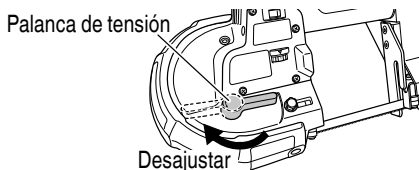

Fig. 16
- (1) Afloje la palanca de tensión en la dirección indicada en la figura. (Fig. 16)
- (2) Quite primero la cuchilla de la sierra de cinta del protector de polea (C) (1 en la figura). Luego, retire la cuchilla de las poleas (A) y (B). Por último, para quitar la cuchilla por completo, retírela de la sección de los rodillos de guía (2 en la figura).